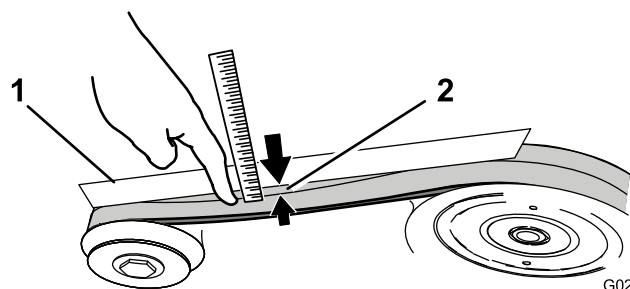

Figura 34
3. Presione sobre un tramo de las correas de transmisión (Figura 34) con una fuerza de 4.5 kg (10 libras). Si las correas se desvían más de 6–13 mm (1/4 a 1/2 pulgada), ajuste la tensión de la manera siguiente: